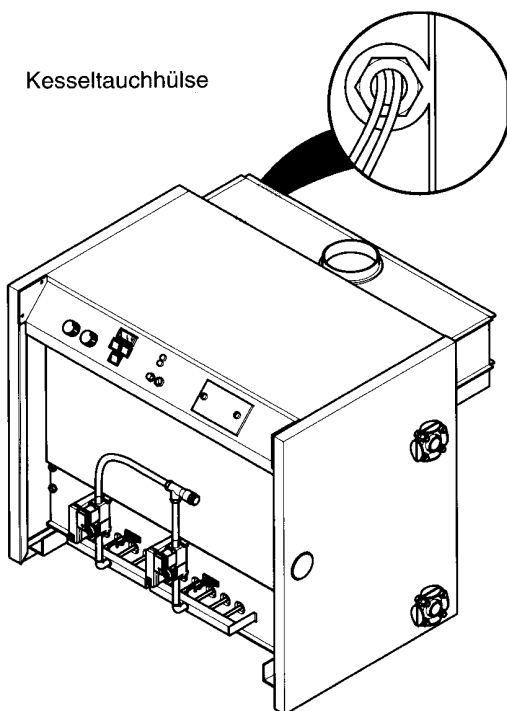

Abb. 3 Lage der Kesseltauchhülse
- Der Kesselfühler wird in die Kesseltauchhülse gesteckt (siehe Abb. 3).